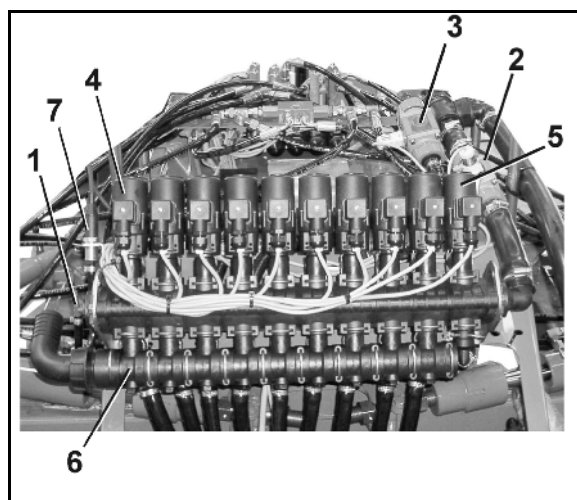

Рис. 98
Транспортировочные фиксаторы-скобы служат для фиксации сложенных штанг опрыскивателя в транспортном положении во избежание их самопроизвольного раскладывания. (3) Параллелограммная рама для регулировки высоты штанг опрыскивателя. | <ul style="list-style-type: none"> (4) Защитная трубка форсунок (5) Распорка (6) Фиксатор внешних консолей, см. на стр. 114 (7) Компенсатор колебаний, см. с. на стр. 116 (8) Клапан и переключающий кран системы DUS (9) Арматура штанг, см. Рис. 98 (10) Устройство для наружной мойки |